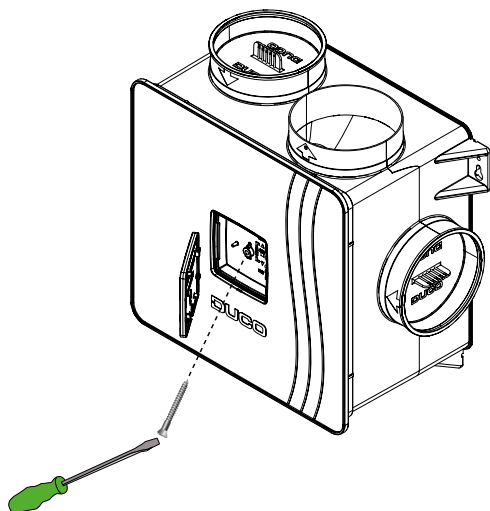
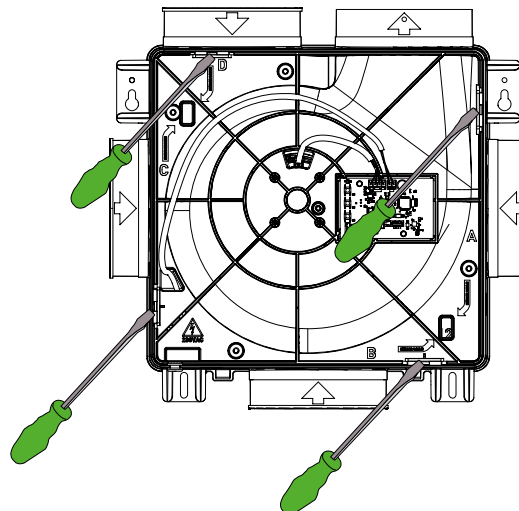

Figure 11 : retirez la plaque de couverture et dévissez le couvercle).
Figure 12 : détachement de la plaque support moteur
1. Mettez la DucoBox Reno hors tension et retirez le couvercle de la DucoBox Reno. Pour ce faire, retirez d'abord la vis située derrière la plaque de couverture. (Figure 11 : Retirez la plaque de couverture et dévissez le couvercle).
2. Détachez la plaque support moteur en dépliant les 4 clips. Pour ce faire, glissez un tournevis plat derrière le clip et inclinez-le légèrement vers l'arrière (environ 5 mm) de manière à ce que le clip se dégage de l'ouverture du caisson (voir Figure 11 : ouvrir le caisson et Figure 12 : retirer la plaque support moteur).